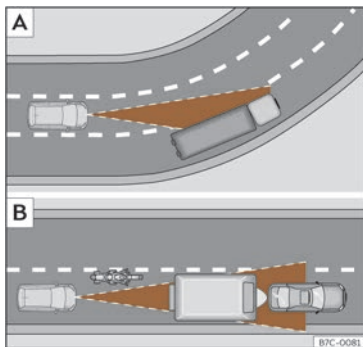

Fig. 164 **A** Véhicule à l'abord d'un virage.
L'ACC pourrait ne pas détecter dans un virage le véhicule précédent, ou pourrait régler la distance par rapport à des véhicules qui se trouvent sur d'autres voie »» » **fig. 164** **A**.
- Véhicules circulant de manière non alignée ou en dehors de la zone de détection du capteur, par exemple, des motos. »» » **fig. 164** **B**